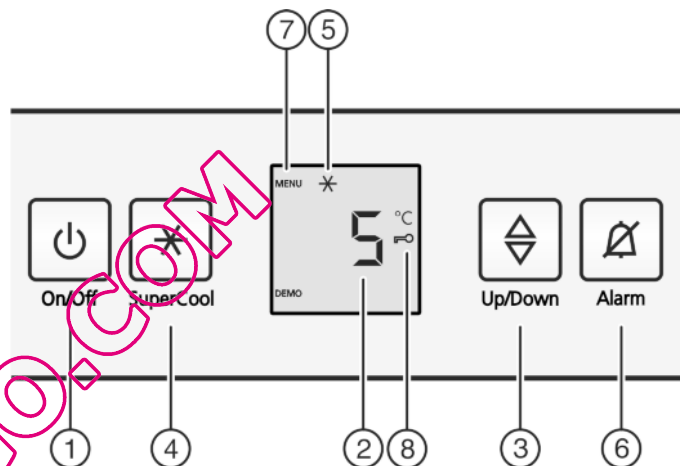

Fig. 2
- Appuyez sur la touche marche/arrêt Fig. 2 (1).
- ▶ Appuyer env. 5 secondes sur la touche SuperCool Fig. 2 (4).
- ▷ Le symbole Menu Fig. 2 (7) apparaît dans l'affichage.
- ▶ Confirmer brièvement avec la touche SuperCool Fig. 2 (4).
- ▷ Le symbole Sécurité enfants Fig. 2 (8) s'allume dans l'affichage.
- ▶ Appuyer brièvement sur la touche On/Off Fig. 2 (1).
- ▶ Appuyer sur la touche Alarme Fig. 2 (6).
- ▶ Appeler la fonction de température : appuyer sur la touche de réglage Fig. 2 (3).
- ▶ Modifier la température par incrément de 1 °C : appuyer sur la touche de réglage Fig. 2 (3) jusqu'à ce que la température souhaitée apparaisse dans l'affichage de température.
- ▶ Appuyer brièvement sur la touche SuperCool Fig. 2 (4).
- ▷ Le symbole SuperCool Fig. 2 (5) s'allume dans l'affichage.
- ▷ Le symbole SuperCool Fig. 2 (5) s'éteint dans l'affichage.